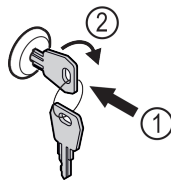

Fig. 169
- ▶ Вставьте ключ. Fig. 169 [1]
- ▶ Поверните ключ на 90° по часовой стрелке. Fig. 169 [2]